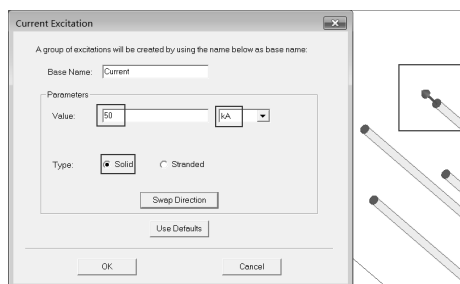

图 19-17 设置激励
Step2：同样，将四根导线的另外一个端面也设置为 50kA 的电流，与上面操作步骤不同之处为此处的电流方向设置为自里向外的，如图 19-17 所示，此时只需单击 Swap Direction 按钮即可完成相应的操作。